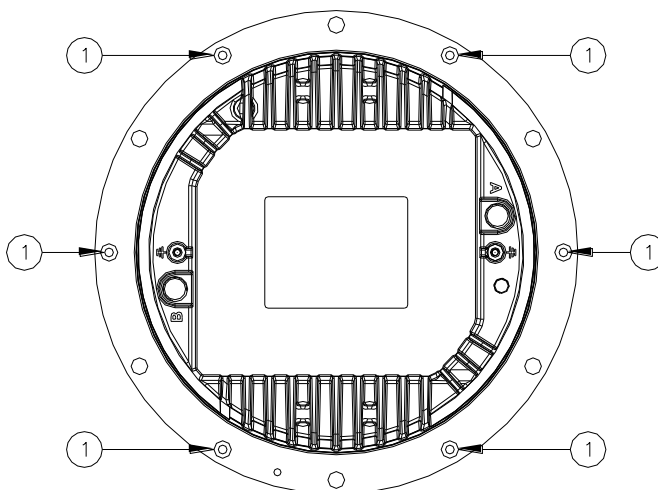

Figura 16 – Viti di fissaggio del coperchio inferiore
- Separare il coperchio inferiore dalla calotta svitando le sei viti di bloccaggio TSP TORX M5x10 (Figura 16- n°1).
- sei viti di bloccaggio TSP TORX M5x10 (Figura 16- n°1);
Verificare il corretto posizionamento delle guarnizioni O-Ring tra calotta e coperchio inferiore (Figura 18– n°2 e 3); montare il coperchio inferiore nella calotta e chiuderla con le sei viti TSP TORX M5x10 (Figura 16- n°1). Uno strato di adesivo anaerobico frenafili medio (per esempio LOXEAL 24-18) può essere applicato alle viti prima dell'installazione; coppia di serraggio 2,5 Nm.